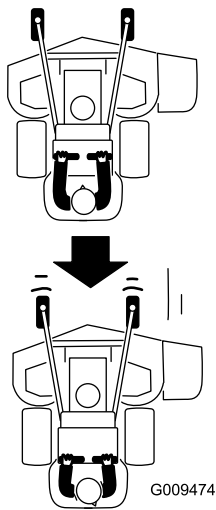

図 23
2. 走行コントロール・レバーをゆっくりと後ろに倒す（図 23）。